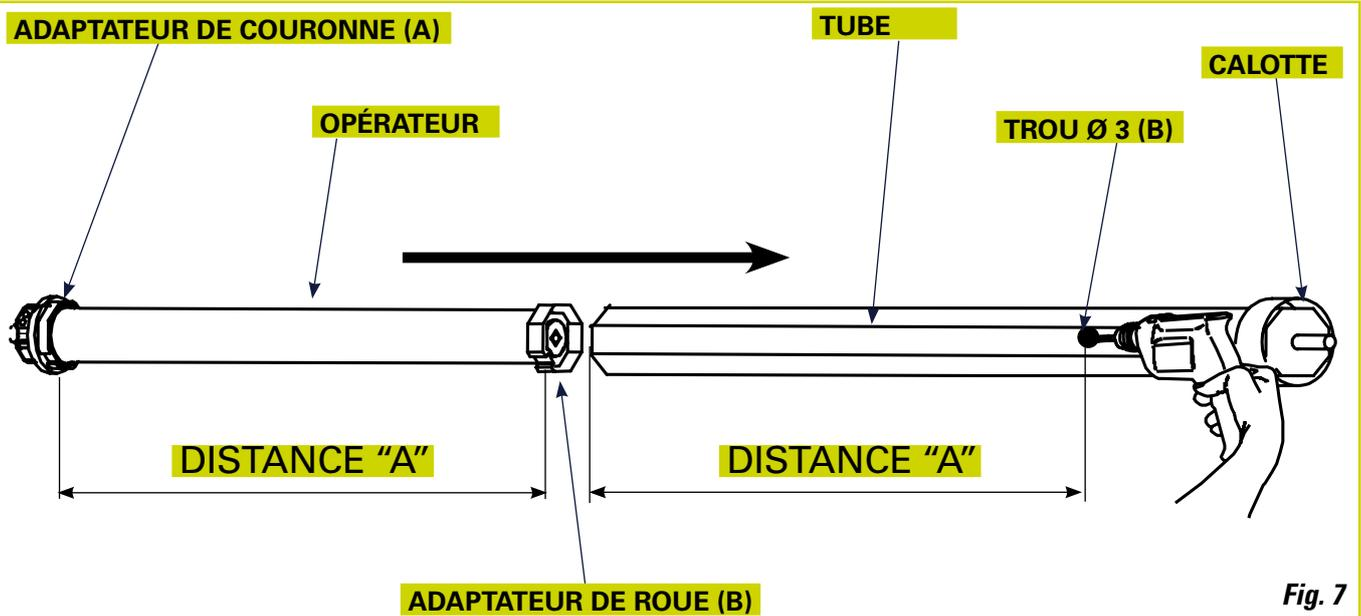

Fig. 7
- 1) Réaliser un trou avec un foret  $\varnothing$  3 mm sur le TUBE (Fig. 7 B) à la distance A (Fig. 7 A), en consultant le tableau 1.
- 3) Fixer l'adaptateur de la roue au TUBE avec une vis autotaraudeuse 4x10 introduite dans le trou réalisé précédemment (Fig. 7 B).